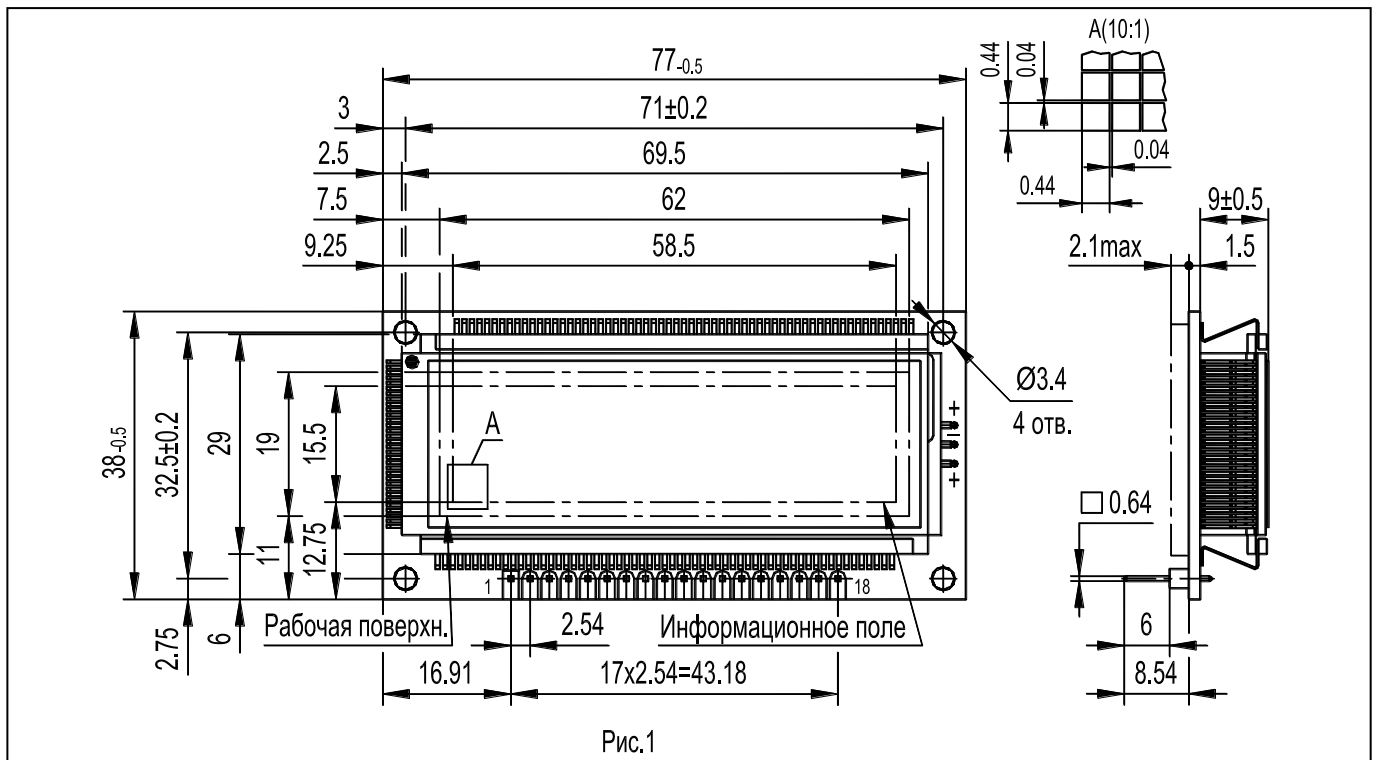

Рис.1
Внешний вид, габаритные и установочные размеры ИВУ приведены на рис.1. Драгоценные металлы отсутствуют.
- 5.1 Крепление ИВУ должно осуществляться с помощью отверстий в углах платы (рис.1).